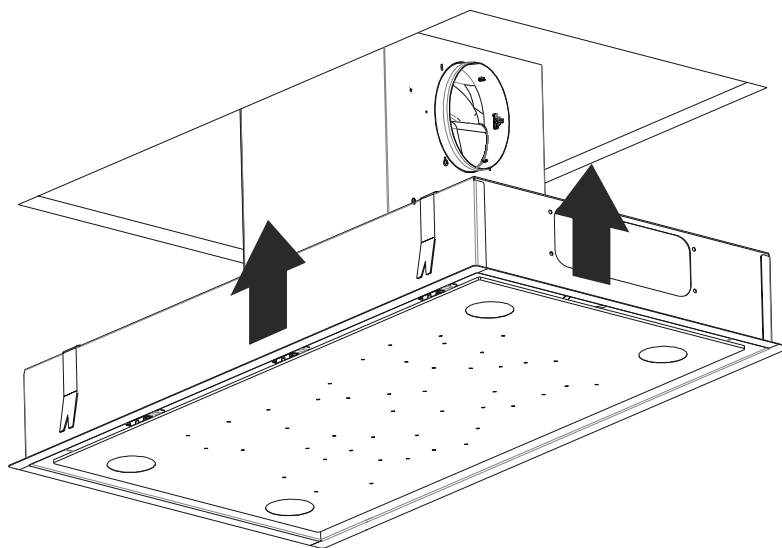

Fig. 13
7. ➡ Produktet skal nu skubbes op i hullet (Fig. 13).